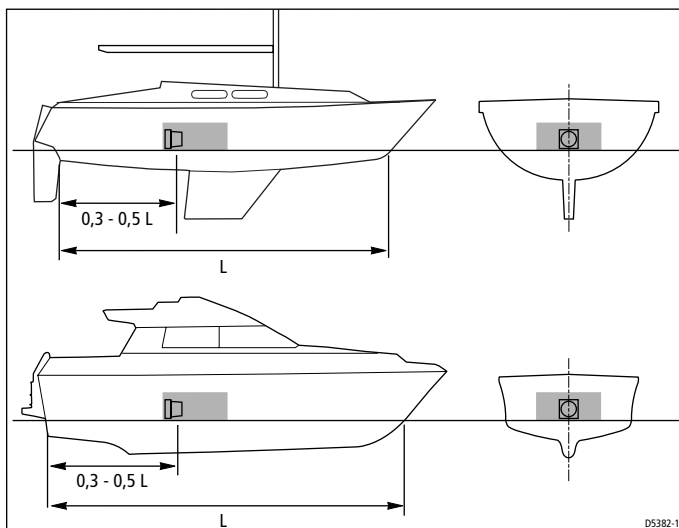

Abb. 2-2: Empfohlener Montageort für den Kompass (außer Stahlboote)
- ... so nahe wie möglich am Roll- und Stampfzentrum des Schiffes, um die Störimpulse, die auf den Kompass wirken, zu minimieren (siehe schraffierte Fläche in *Abbildung 2-2*),